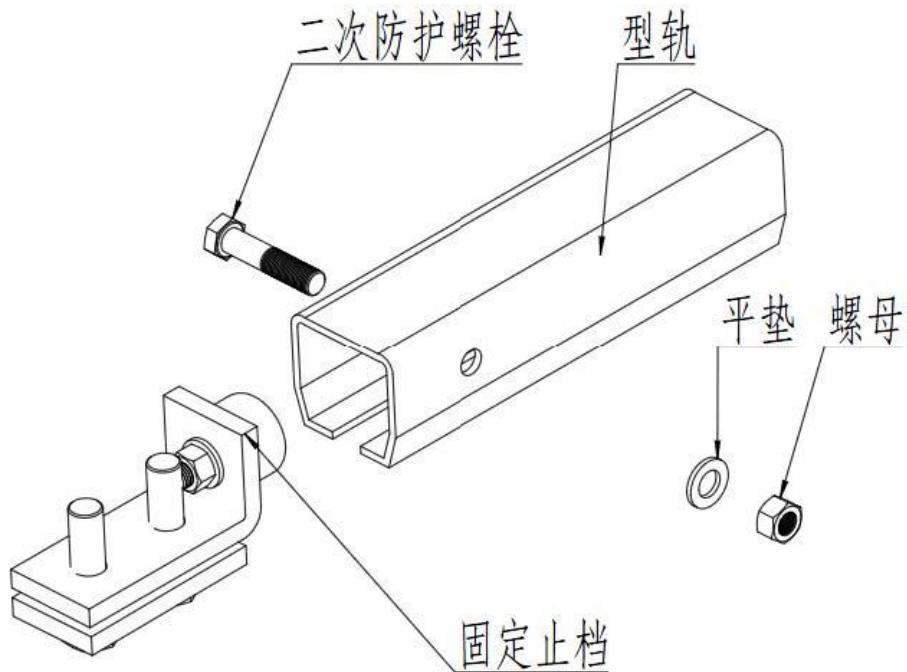

图 4E
- 4.13 将止挡安装在固定型轨端部（图 4E）。
4.13 将止挡安装在固定型轨端部（图 4E）。